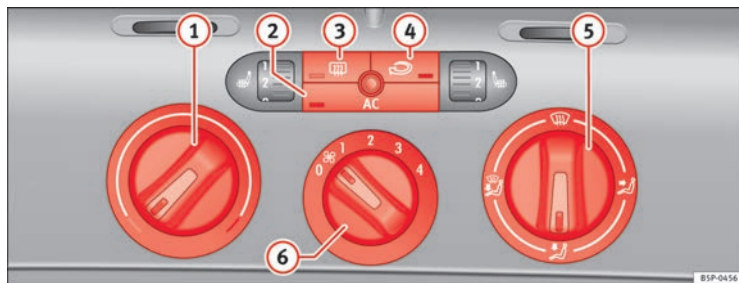

Abb. 129 In der Instrumententafel: Bedienelemente der Climatic
- Mit den Reglern ⇒ Abb. 129 **1** und **5** und mit dem Schalter **6** stellen Sie die Temperatur, die Luftverteilung und die Gebläsestufe ein.
- Schalten Sie die Klimaanlage mit der Taste ⇒ Abb. 129 ein.